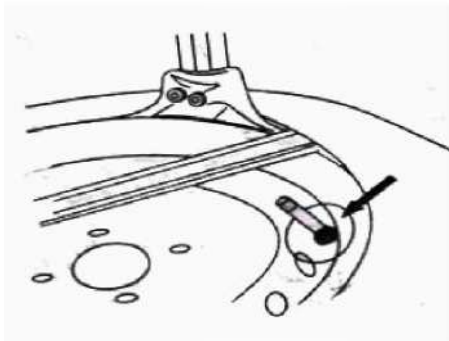

Рис. 10-3
Чтобы избежать повреждения камеры шины, необходимо расположить клапан шины с правой стороны головки инструмента, расстояние должно составлять 10 см (рис. 10-3).
- Распределите смазку или мыльную жидкость по кромке шины. Наклоните шину по отношению к диску и удерживайте переднюю часть по направлению вверх. Нажмите на педаль отклонения колонны (рис. 9-1, поз. 8) для возврата ее в исходное положение. Переместите монтажную головку до полного контакта с диском (рис. 10-3). Расположите левую часть кромки шины над задней частью головки, а правую часть - под монтажным пальцем (рис. 10-5).